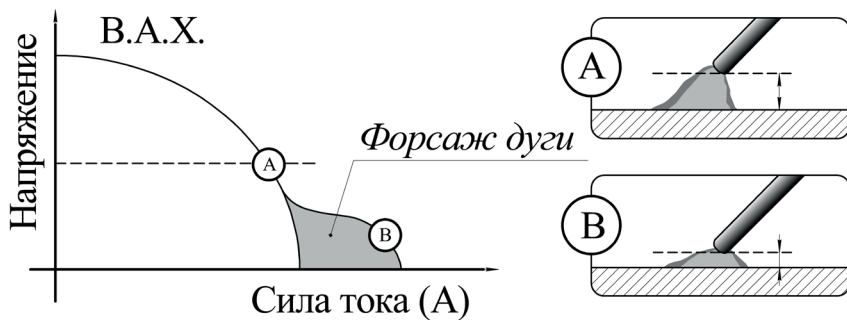

Рис. 7.3. Форсаж дуги.
**Форсаж дуги** - рекомендуется применять при сварке покрытыми электродами на малых токах. В процессе сварки происходит автоматическая регулировка силы сварочного тока, что уменьшает склонность к залипанию покрытого электрода к свариваемой детали (см. рис. 7.3).